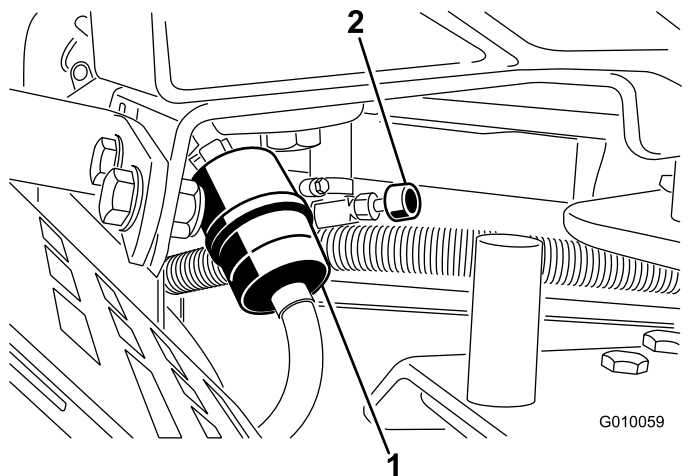

图 48
2. 关闭燃切断油阀图 48。
3. 将软管夹的两端挤压到一起将它们滑离滤清器图 48。
5. 安装新的滤清器并将软管夹移近滤清器图 48。
7. 打开燃油切断阀图 48。
3. 松开燃油滤芯上的软管夹、沿燃油管向上滑动、使之离开燃油滤芯图 48。
4. 从燃油滤清器上拉出燃油管图 48。打开燃油切断阀让燃油排入燃油罐或放油盘。
5. 将燃油管安装到燃油滤清器上。将软管夹滑近燃油滤清器固定燃油管 (图 48)。